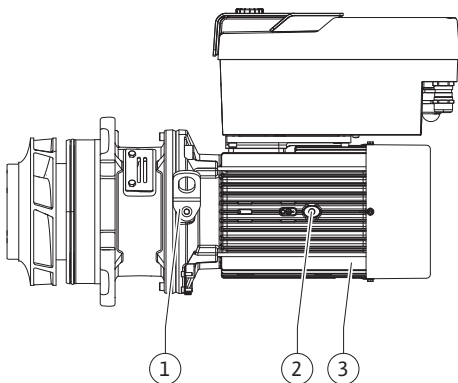

Fig. 102: Einstecksatz
13. Einstecksatz (siehe Fig. 102) in das Pumpengehäuse in der alten oder einer anderen gewünschten winkligen Lage einführen. Dabei zulässige Einbaulagen der Komponenten beachten (siehe Kapitel „Zulässige Einbaulagen und Änderung der Komponentenanordnung vor der Installation“ [► 25]).